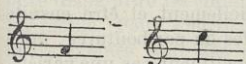

Fig. 458.
de la grenouille rousse commence déjà au mois de mars. D'autres fois, en raison des dégels prolongés, les grenouilles se trompent et sortent plus tôt. La rousse ne possède pas de mélodies de longue durée, comme c'est le cas de sa sœur verte, mais ne fait que répéter avec une sourde voix de basse une seule note (fig. 458).
le *wok* caractéristique. Il y a plus, elle voit là un rapport entre l'apparition des bruits étranges de *wok* et de *ounk* et les pleurs des âmes des noyés. C'est surtout dans les villages isolés de la Russie que cette croyance est répandue. On pourrait en citer de nombreux exemples. C'est ainsi que l'éminent romancier russe, Ivan Tourgueneff, en fait mention dans son admirable ouvrage *Biéjuine Lougue* (1). Les sons de ces grenouilles varient entre *fa* et *do* (fig. 458).